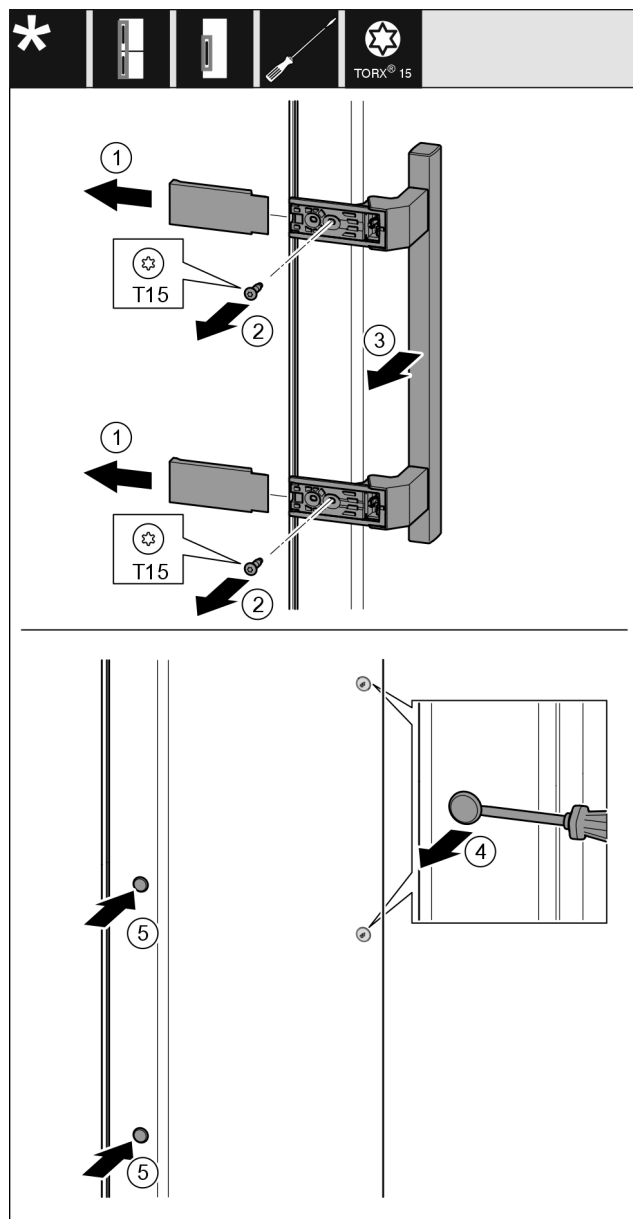

Fig. 21
- Изтеглете капака Fig. 21 (1).
- С отвертка отвийте винтовете Fig. 21 (2).
- Свалете дръжката Fig. 21 (3).
- С плоска отвертка внимателно повдигнете страничната тапа Fig. 21 (4) и я извадете.
- Отново поставете тапата Fig. 21 (5) от другата страна.